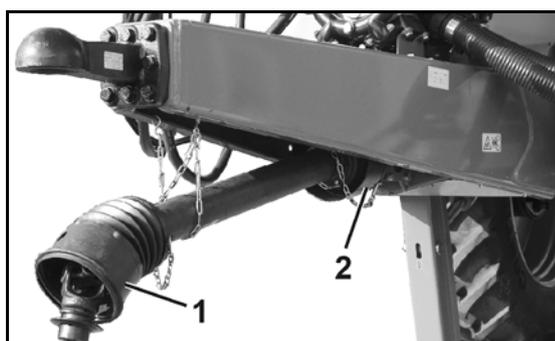

Fig. 12
- Fig. 12/...
(1) Protección del árbol de transmisión
(2) Embudo de protección